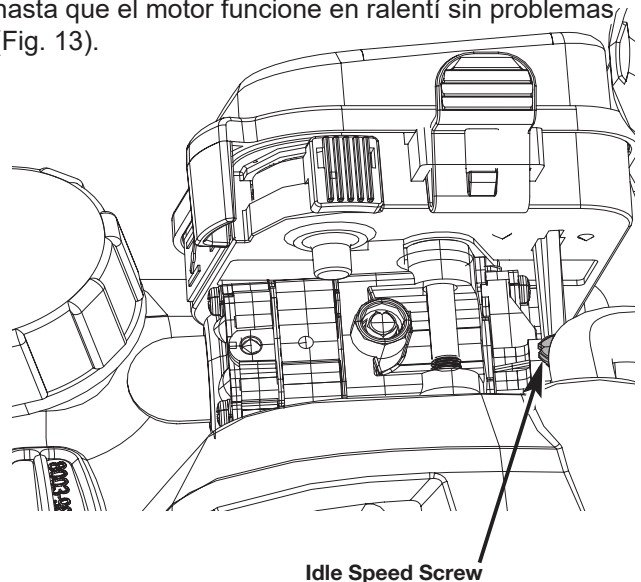

Fig. 13
2. Deje el motor en ralentí. Si el motor se detiene, aumente la velocidad de ralentí. Use un destornillador Phillips pequeño para girar el tornillo de ralentí en el sentido de las agujas del reloj, 1/8 de vuelta a la vez, hasta que el motor funcione en ralentí sin problemas (Fig. 13).